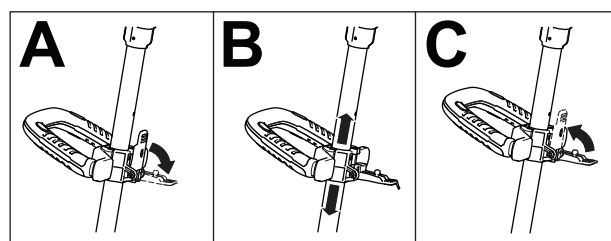

Figure 12
1. Déverrouillez le verrou de la poignée auxiliaire (encadré A de la Figure 12).
2. Élevez ou abaissez la poignée auxiliaire à la hauteur voulue (encadré B de la Figure 12).
3. Refermez le verrou de la poignée auxiliaire pour la fixer en place (encadré C de la Figure 12).